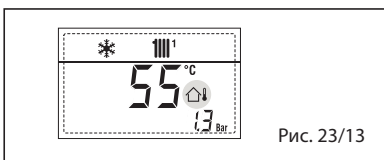

Рис. 23/13
– **НЕИСПРАВНОСТЬ ДАТЧИКА ПОДАЧИ ВТОРОЙ СМЕШАННОЙ ЗОНЫ «ALL 23» (рис. 23/17)**